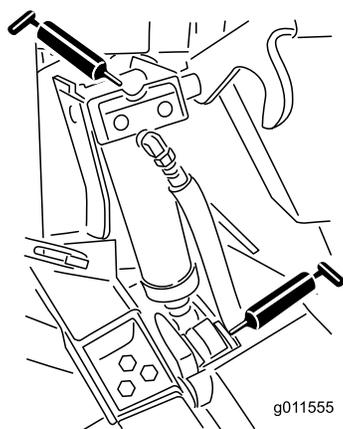

Рисунок 53
- Втулки гидроцилиндров подъема (4 шт.) (Рисунок 53)